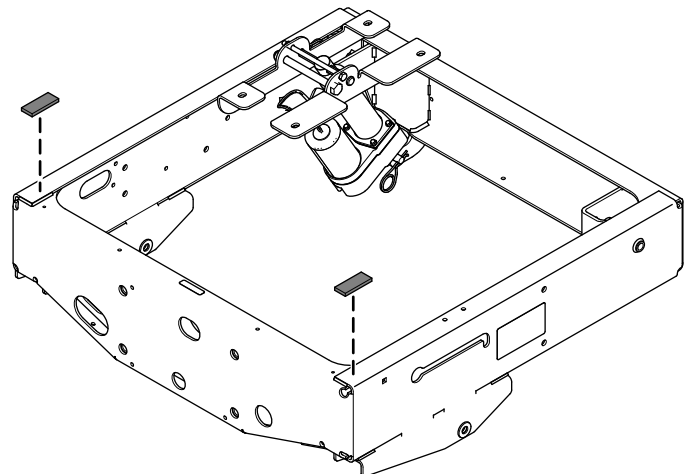

Figure 15
2. Retirez la pellicule protectrice au dos des plaquettes en mousse et collez-les comme indiqué à la Figure 15.